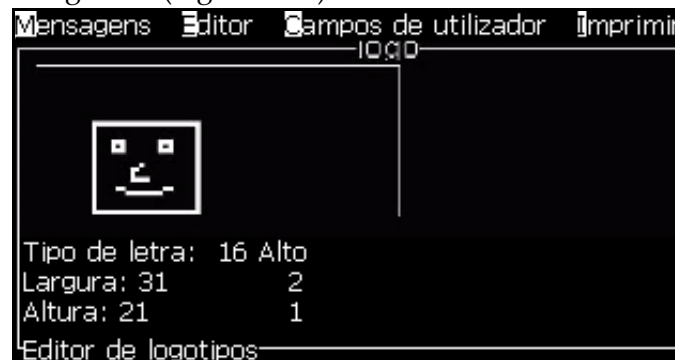

Figura 5-64: Recortar logotipo
- 1 Pressione a tecla *Enter* para exibir uma moldura com os limites atuais do gráfico (Figura 5-64).